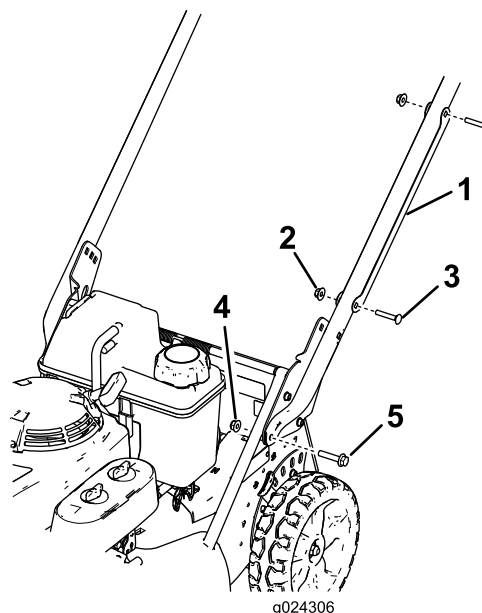

Figure 3
1. Déposez le protège-câble du guidon (Figure 3) en retirant les 2 boulons de carrosserie et les 2 contre-écrous qui le fixent au guidon.
hexagonale (5/16 x 1½ po) et de 2 écrous à embase (5/16 po), comme montré à la Figure 3.
guidon à l'aide des 2 boulons de carrosserie et des 2 contre-écrous retirés précédemment (Figure 3).